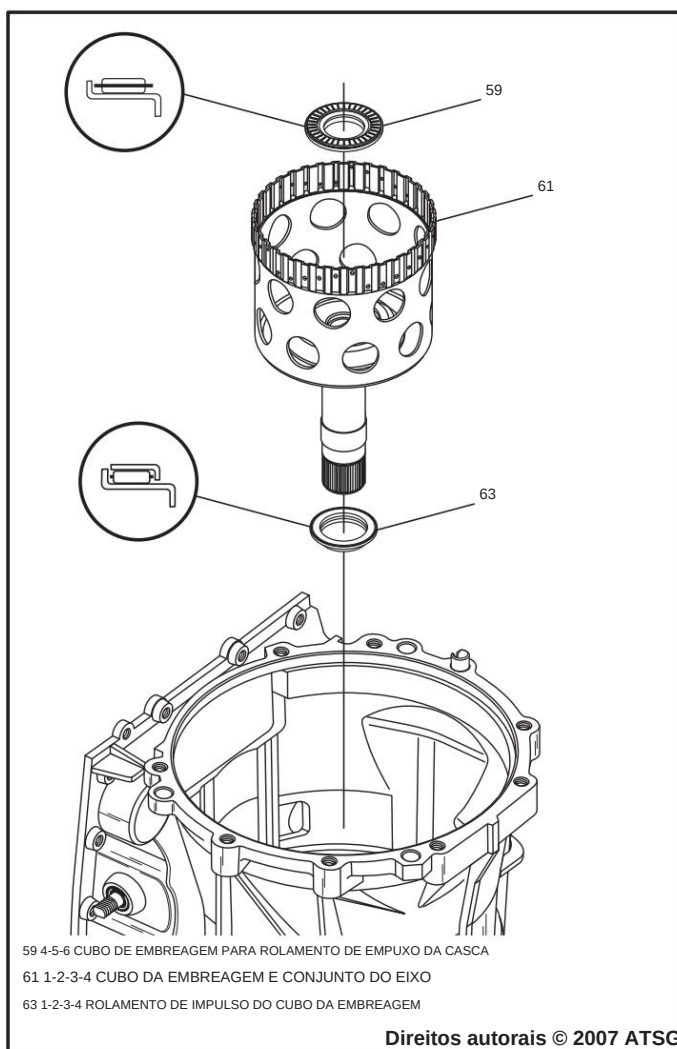

Figura 158
11. Instale o rolamento axial do cubo da embreagem 1-2-3-4 na direção mostrada na Figura 158.
12. Instale o cubo da embreagem 1-2-3-4 e o conjunto do eixo, conforme mostrado na Figura 158.
13. Instale o cubo da embreagem 4-5-6 no mancal de encosto na direção mostrada na Figura 158.